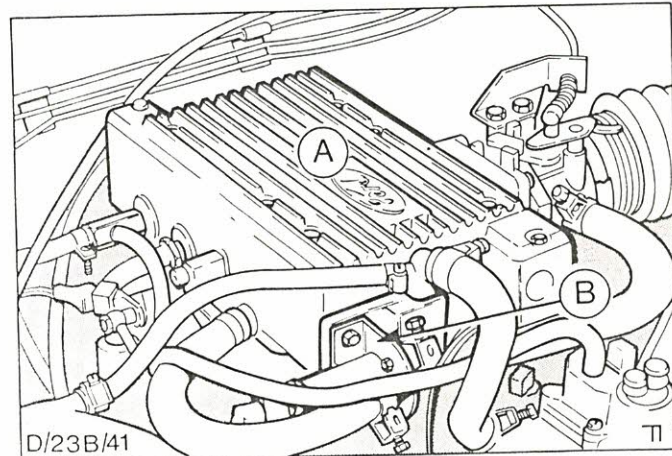

Abb.92 Luftkammer abbauen
- c) Zusatzluftschieber, Abb.92,
8. Luftkammer (8 Schrauben) vom Ansaugkopf abmontieren, Abb.92.